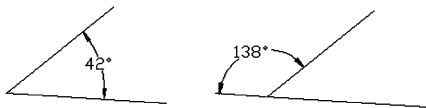

图 9-43 用“DIMANGULAR”命令标注两直线的夹角
在此提示下确定尺寸线的位置，AutoCAD 标出这两条直线之间的夹角。该角以两条直线的交点为顶点，以两条直线为尺寸界线，所标注角度取决于尺寸线的位置，如图 9-43 所示。用户还可以利用“多行文字 (M)”选项、“文字 (T)”选项、“角度 (A)”选项或“象限点 (Q)”选项编辑尺寸文本和指定尺寸文本的倾斜角度。